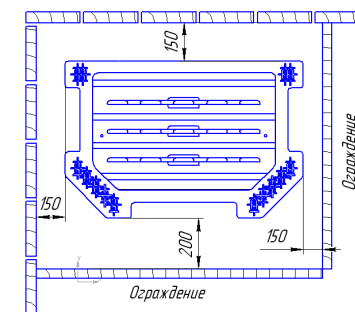

Рис. 2
3.1 Электрокаменка устанавливается на теплостойкий фундамент. Около электрокаменки стены должны иметь огнезащитную панель из листового металла с теплоизоляцией из листового асбеста или минваты. Установку защитной решетки вокруг каменки следует производить на расстоянии согласно рис.2.
Минимальные безопасные расстояния показаны на рис.2